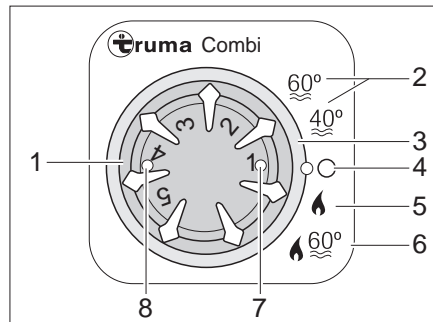

Bild 112 Bedieneinheit für Heizung/Boiler
Betriebsart wählen: ■ Betriebsart mit dem Drehschalter (Bild 112,3) einstellen.
Winterbetrieb Die Heizung wählt nach eingestellter Heizstufe selbstständig die benötigte Brennerstufe. Bei Betriebsart "Heizung und Boiler" (Bild 112,6) wird auch das Wasser im Boiler erhitzt. Die Heizung kann in der Betriebsart "Heizung ohne Boiler" (Bild 112,5) mit leerem Boiler betrieben werden.
- Temperatordrehknopf (Bild 112,1) an der Bedieneinheit auf gewünschte Heizstufe stellen.
- Drehschalter (Bild 112,3) auf Winterbetrieb "Heizung ohne Boiler" (Bild 112,5) oder auf Winterbetrieb "Heizung und Boiler" (Bild 112,6) stellen.
Grüne Kontroll-Leuchte (Bild 112,7) leuchtet.
- Drehschalter (Bild 112,3) auf "O" (Bild 112,4) stellen.
Die Kombination Gasbetrieb und 230-V-Elektrobetrieb verkürzt die Aufheizzeit (nur möglich, wenn die Heizung an der Bedieneinheit (Bild 112) auf Winterbetrieb gestellt ist).